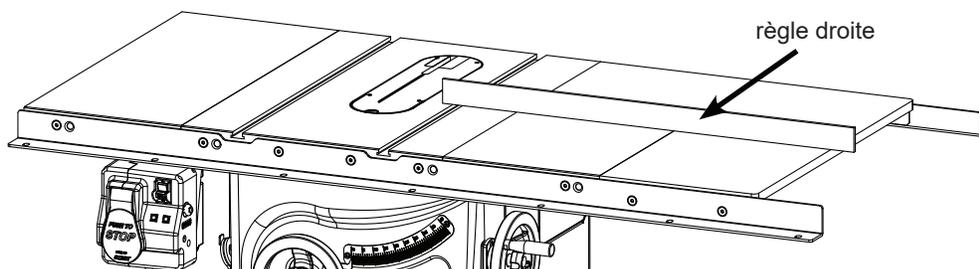
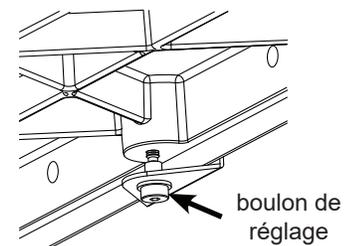

Fig. 12a
Fig. 12b
12. Placez la règle droite dans le sens de la longueur au milieu de la rallonge et de la table à rallonge (voir fig. 12a). Utilisez une clé hexagonale de 5 mm pour tourner le boulon de réglage dans le sens horaire ou dans le sens antihoraire jusqu'à ce que le milieu de la table à rallonge soit au niveau de la rallonge (voir fig. 12b).